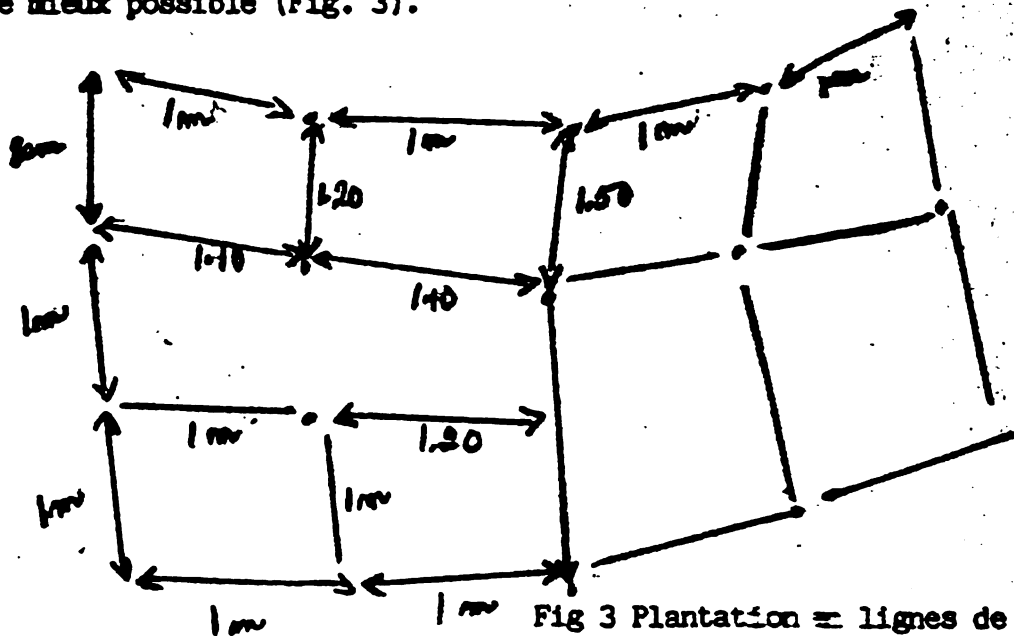

Fig 3 Plantation = lignes de contour
C. Si la plantation doit se faire dans un terrain dénivelé, le café sera espacé tout en respectant les lignes de contour et les distances prescrites le mieux possible (Fig. 3).